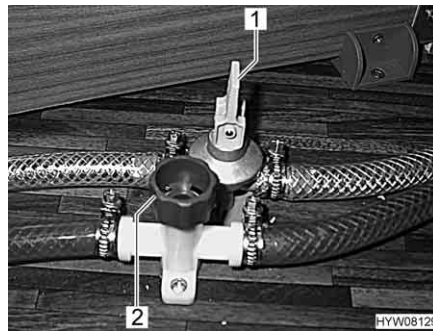

Bild 156 Avtappningskranar
- Stäng alla avtappningskranarna för varmvattenberedaren. Ställ då vipparmen (Bild 156, 1) i vågrätt läge och vrid ventillocket (Bild 156, 2) medurs.
- Öppna alla avtappningskranarna för varmvattenberedaren. Ställ in vipparmen (Bild 156,1) i vågrätt läge och vrid ventillocket (Bild 156,2) moturs.